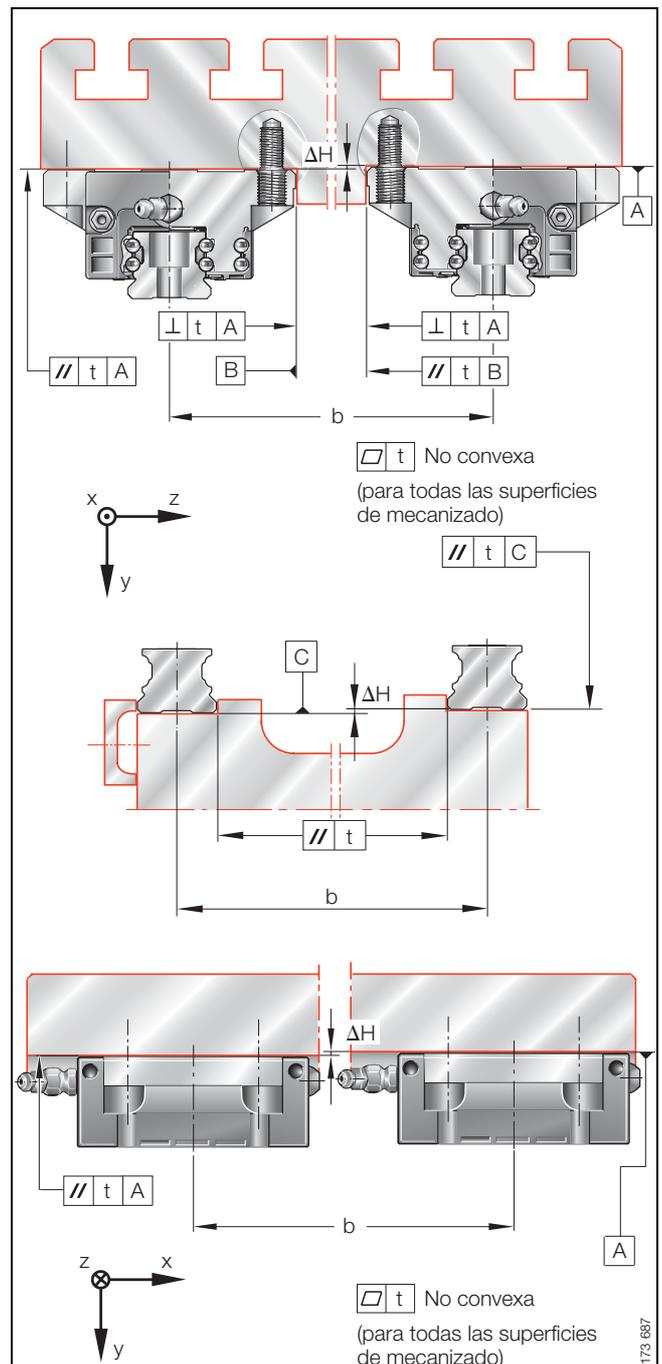

Figura 6 · Tolerancias de las superficies de apoyo y paralelismo de los carriles-guía montados
- Respetar las tolerancias según figura 6 y tabla 5
Para  $\Delta H$  (figura 6) son admisibles valores según la siguiente ecuación. Para desviaciones superiores, por favor, consultar a INA.
Para carriles-guía dispuestos paralelamente, diseñar el paralelismo  $t$  según la figura 6 y la tabla 5.